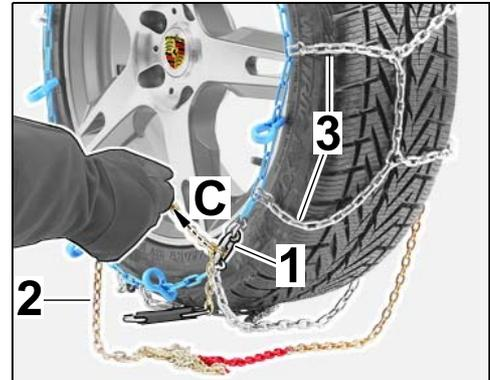

Fig. 14
3.1.4 Décrocher le maillon au niveau de la plaque de fermeture et tirer la chaîne de serrage par la plaque de fermeture (⇒ Fig. 14 -C-).
3.1.5 Détacher les éléments (⇒ Fig. 14 -3-) de la chaîne à neige sur la roue.